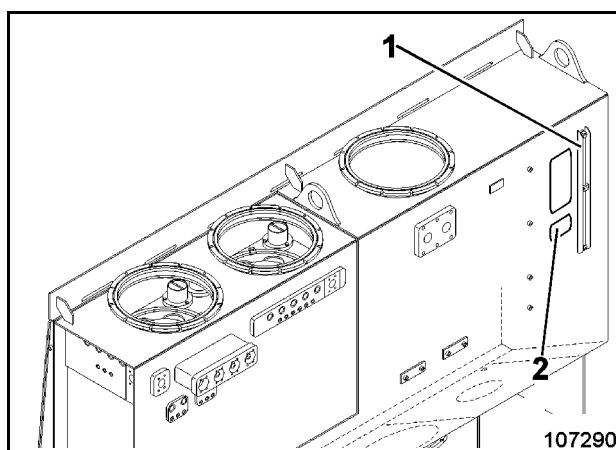

图 3-60:
- 连接维修车辆的加注软管快速联轴器。注入液压油，直到机油油位介于检查窗口（1）附近的标志（图 3-60：中的 2）标记“min”（最小）和“max”（最大）之间。